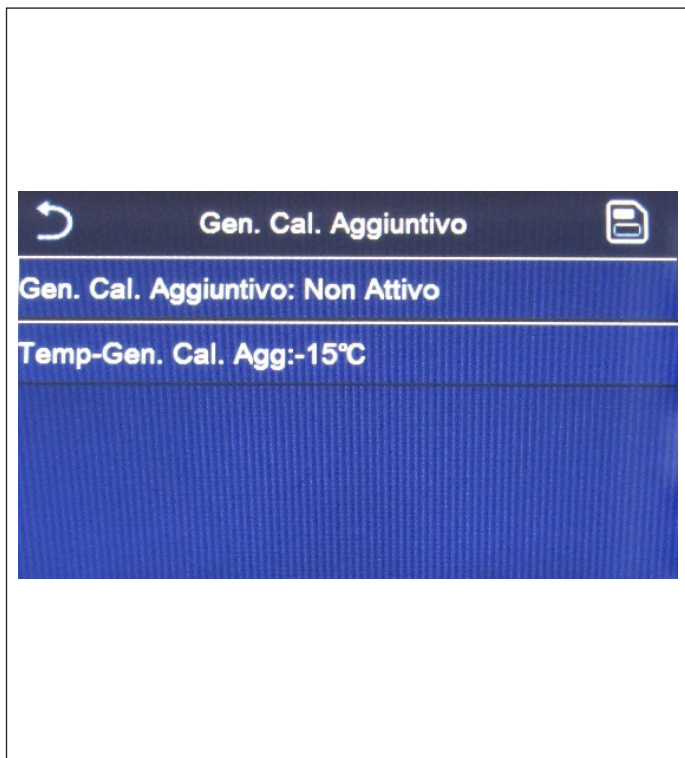

Fig. 37 Schermata "Gen. Cal. Aggiuntivo"
- **Logica 3:** questa logica disattiva la pompa di calore e attiva un segnale in 230V ai morsetti "**Other thermal**", con il quale attivare la fonte di calore integrativa, che funzionerà in maniera stand alone rispetto all'unità. Alla fine salvare i dati inseriti cliccando sul tasto in alto a destra come mostrato in Fig. 37 Schermata "Gen. Cal. Aggiuntivo".